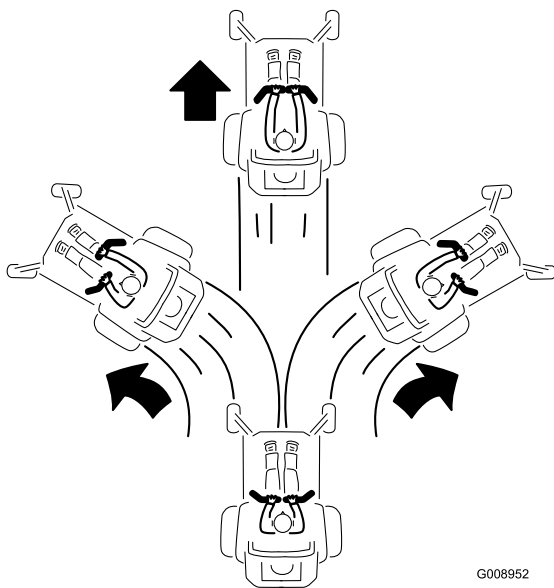

図 25
2. 前進するには、左右の走行コントロールレバーをゆっくりと前へ押し出す 図 25。